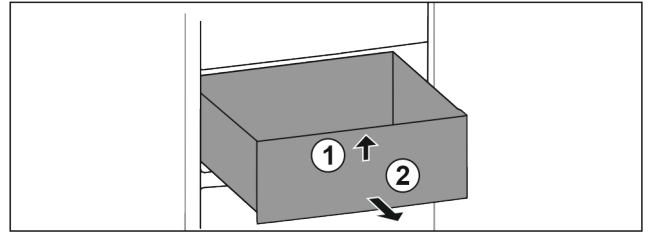

Fig. 14
- ▶ Levantar por delante Fig. 14 (1).
- ▶ Retirar hacia delante Fig. 14 (2).